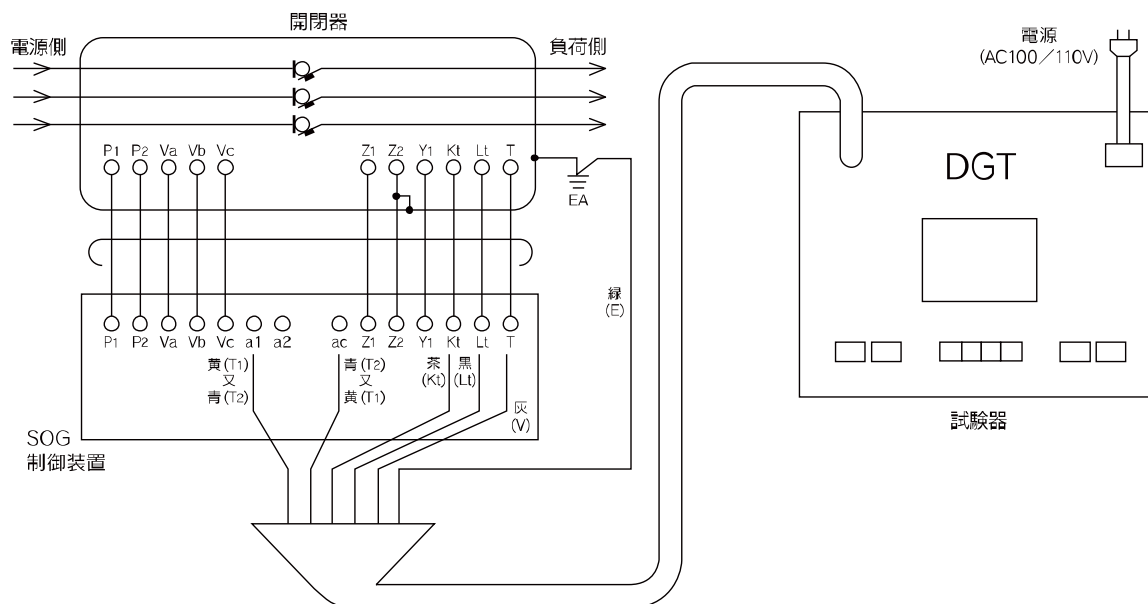

図1 戸上電機製作所製(DGT)によるテスト回路の一例
- ② 図 1～6 の試験回路は SOG 制御装置だけの地絡動作時間測定となります。